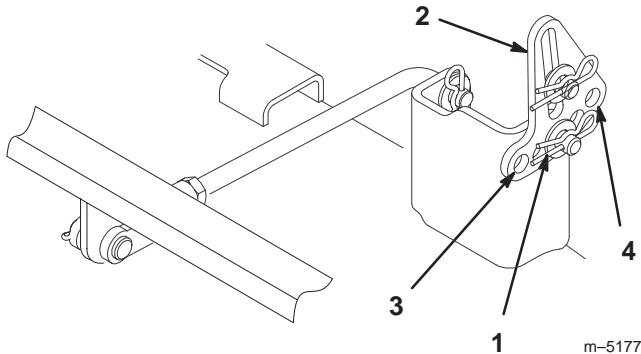

Bild 39
- Entfernen Sie den Splint und die Scheibe vom Ausgleichsbügel (Bild 39). Bringen Sie zum Nivellieren der Schnittmesser den/die Ausgleichsbügel in einem anderen Loch an und befestigen die Scheibe und den Splint wieder (Bild 39). Durch ein vorderes Loch wird die Schnittmesserhöhe gesenkt und durch ein hinteres Loch angehoben. Stellen Sie beide Seiten bei Bedarf ein.